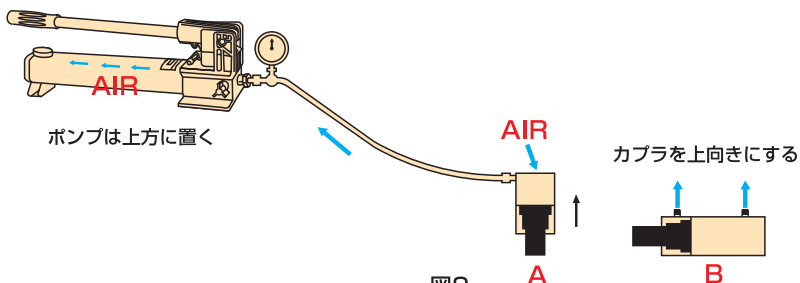

図9
3. 図9のようにシリンダを逆さまにしてください。(引きシリンダの場合は上向き)
3. 図9のようにシリンダの油口又はカブラを上に向けてください。